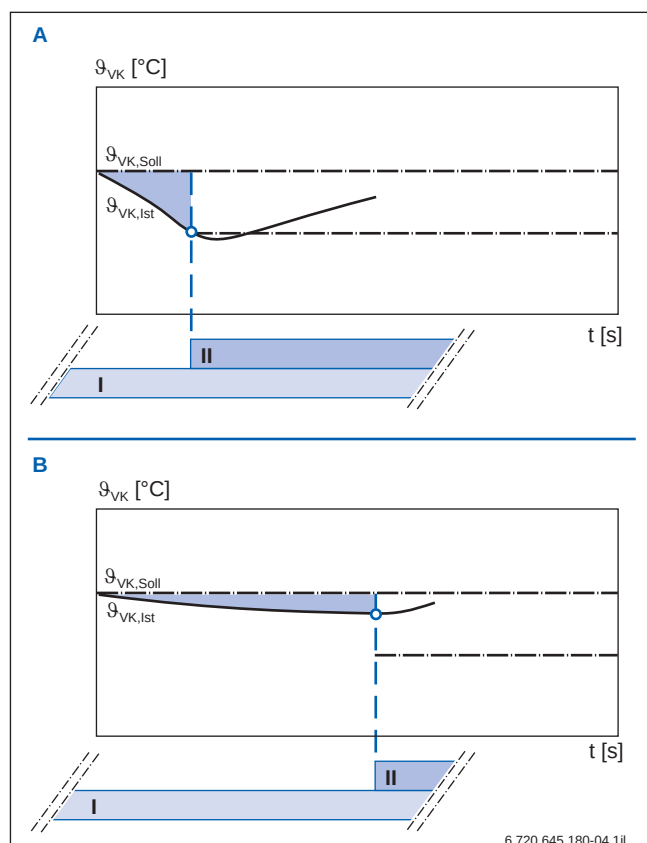

Рис. 6 Принцип роботи динамічної різниці перемикавання при різному відхиленні регульованої величини
- по-друге, система регулювання постійно перевіряє різницю між заданою та фактичною температурою лінії подачі котла. За нею регулятор розраховує значення відхилення регульованої величини протягом певного інтервалу часу (інтеграл). Якщо розраховане значення перевищує фіксоване задане граничне значення, пальник вмикається або вимикається, навіть якщо ще не досягнутий фіксований заданий поріг перемикання (див. рис. 6, стор. 14).